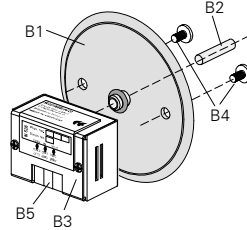

Bild 2: Montage des UP-Helligkeitssensors UP 255/01
- Der UP-Helligkeitssensor UP 255/01 wird in Gerätedosen mittels der mitgelieferten Schraubbefestigungen (ohne Krallen) eingebaut (siehe Bild 2).